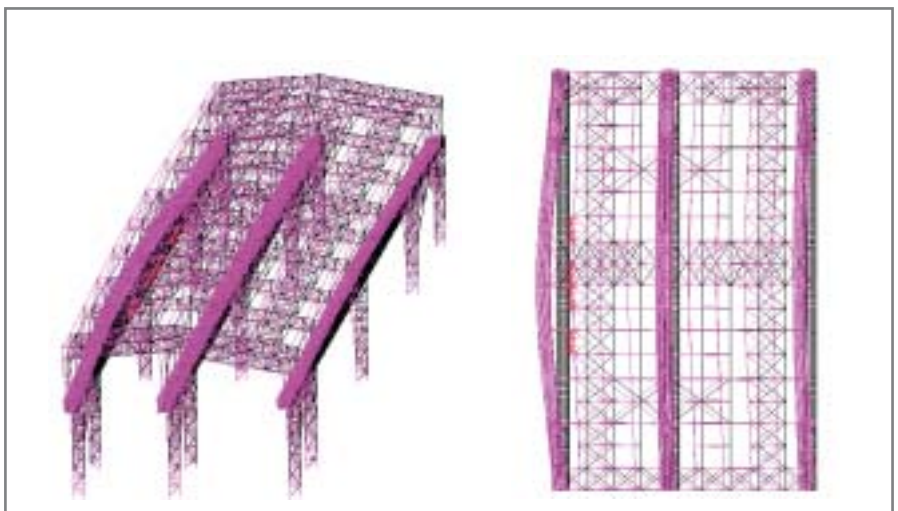

Рис. 2. Картина деформированного состояния здания при воздействии тормозной крановой нагрузки вдоль оси 6
2. Пространственные модели зданий из металлокаркасов имеет смысл применять только при наличии в таком здании кранового оборудования. Модель позволяет учитывать включение в работу всего здания при воздействии тормозных нагрузок (кстати, об этом говорится во многих книгах, посвященных расчетам и проектированию металлических конструкций). На рис. 2 представлена картина деформированного состояния при воздействии тормозной крановой нагрузки на поперечную раму по оси 6 (отчетливо видно включение в работу всего каркаса здания за счет связей по покрытию и жесткости подкрановых балок).